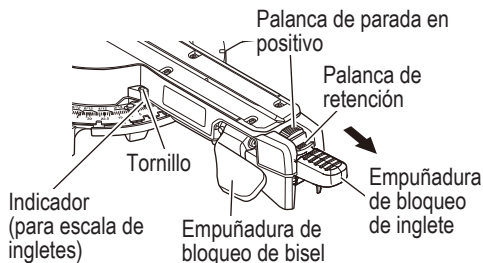

Fig. 19
Siga el proceso indicado a continuación para lograr los ajustes más rápidos y precisos. (Fig. 19)
- (1) Empuje hacia arriba la empuñadura de bloqueo de inglete para soltar la mesa giratoria.
- (2) Empuje hacia abajo la palanca de parada en positivo hasta que la palanca de retención se acople para soltar la "parada en positivo".
- (3) Rote la mesa giratoria y configure el indicador para que se ajuste al ángulo deseado de la escala de ingletes. En este momento, al usar la función de parada en positivo, tire de la palanca de retención en la dirección de la fecha hasta el ángulo deseado, tal y como se muestra en la Fig. 19. A continuación, suelte la palanca de retención y mueva la mesa giratoria para fijarla en su sitio al ángulo deseado con la función de parada en positivo (0°, 15°, 22,5°, 31,6° y 45°).
- (4) Empuje hacia abajo la empuñadura de bloqueo de inglete para fijar la mesa giratoria en su sitio.
Palanca de retención (Fig. 19)